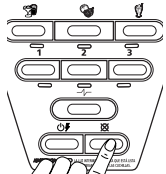

Fig. 23
2. Pressione o botão para parar  quando em qualquer momento que desejar interromper o funcionamento (Fig. 23).